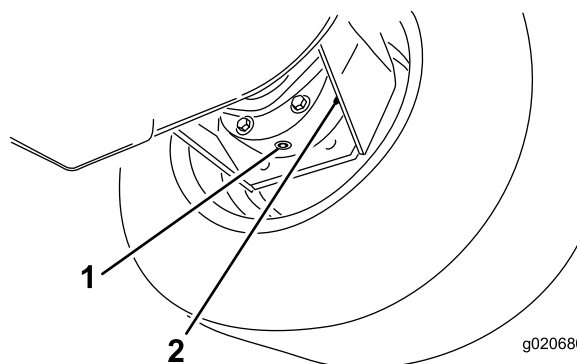

Figure 90
3. Placez un bac de vidange sous le carter de frein et enlevez le bouchon pour permettre à l'huile de s'écouler (Figure 90).